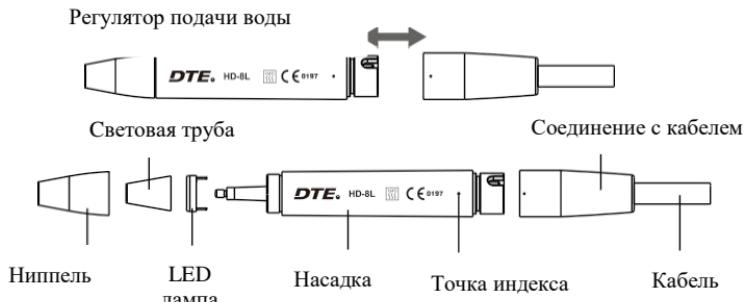

Рисунок 3
2.1.4 Соедините один конец шланга с разъемом для подачи воды, а другой – с источником чистой воды. (Рисунок 3)